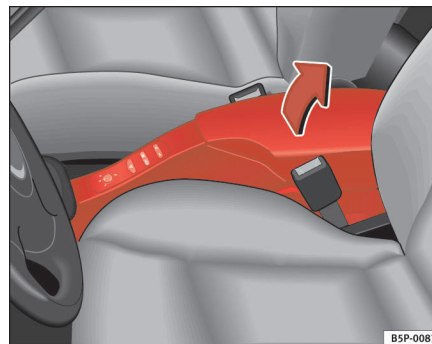

Fig. 102 Armlæn foran
- For at åbne opbevaringsrummet skal du trykke knappen på armlænet i pilens retning ⇒ fig. 102 og løfte afdækningen opad.